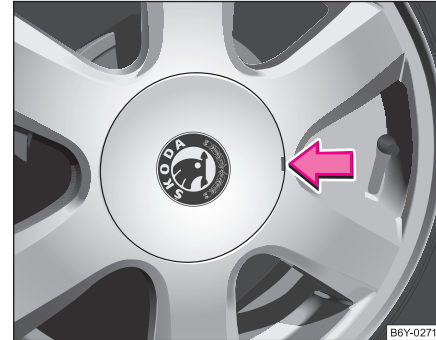

Abb. 158 Radzierkappe abziehen
- Hebeln Sie die Radzierkappe mit Hilfe des Abziehakens vorsichtig ab ⇒ Abb. 158. ■